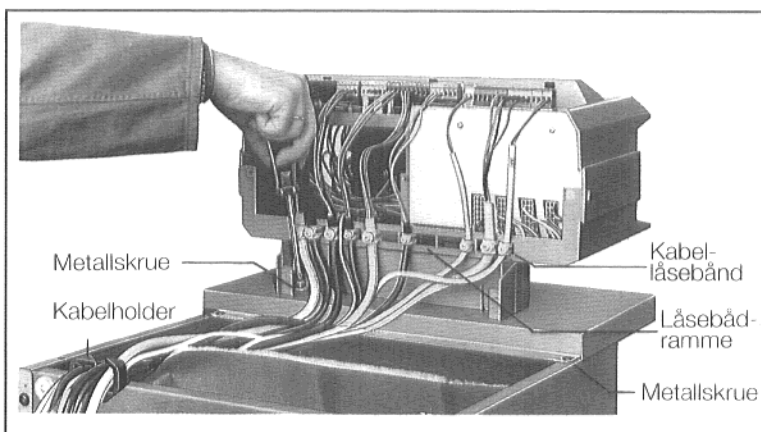

Fig. 6 Prinsippbilde
4. Sokkelen til kontrollpanelet festes mot den fremre topp-platen ved å skru den fast på høyre og venstre side med to metallskruer fra innsiden av kabelgjennomføringen (fig. 6).
6. Når kablene er lagt inn festes kabel-låsebåndene i låsebåndrammen og skrues fast (fig. 6).